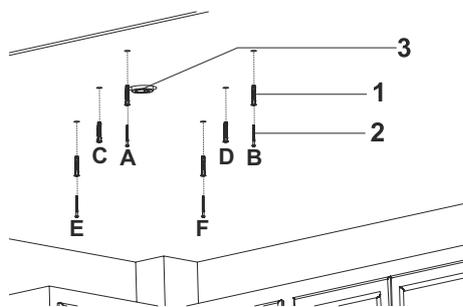

Fig. 12
2. Martellare nei perni da Ø10 mm ai fori praticati (Fig. 12).
Attaccare le viti 5,5x60 a muro nei tasselli sui punti A, B, E, F (Fig. 12).
Eseguire l'installazione della presa in base al modello di installazione (Fig. 12).